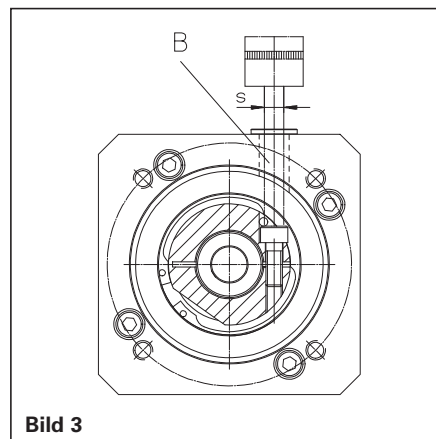

Bild 3
- Klemmschraube (3.30.160) bzw. bei Adapterwelle auch Klemmschraube (3.40.080) Klemmring anziehen. Dazu Verlängerungstück des Drehmomentschlüssels durch Montagebohrung (B) führen (Bild 3). Anziehdrehmoment M_A nach Tabelle.